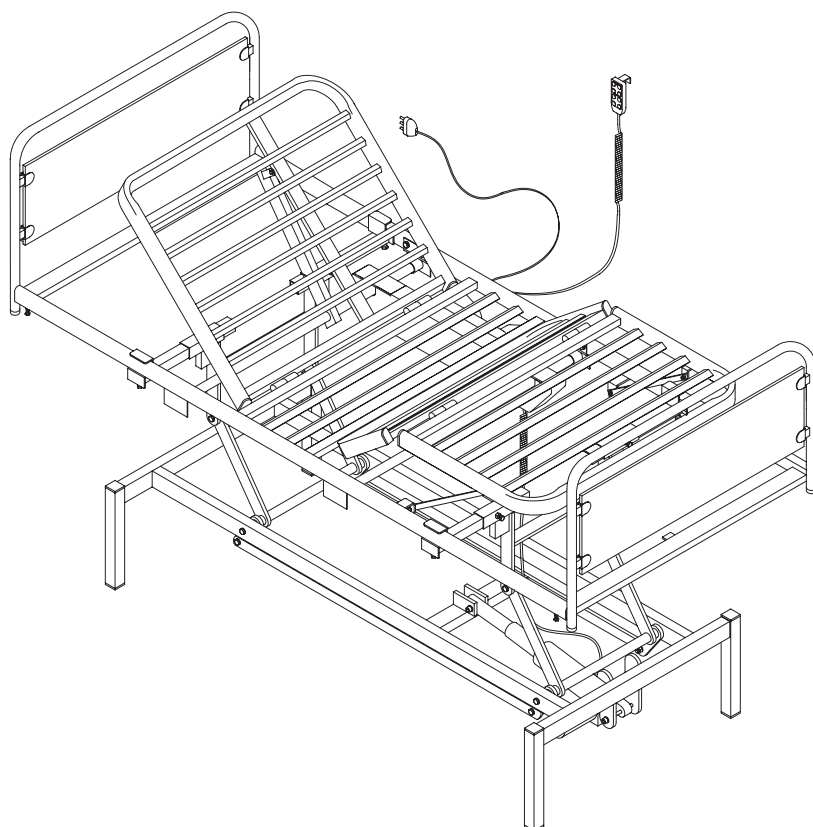

Fig. 3 Letto a 3 snodi, 4 sezioni, alzatesta e alzagambe elettrici. Carrello altezza variabile movimentazione elettrica (Art. A 7034/AE).
1.2.3 Letto a 3 snodi, 4 sezioni, regolazioni a mezzo di spintore elettrico Art. A 7034 (Fig. 3)
Carrello altezza variabile, movimentazione elettrica Art. .../AE (Fig. 3).